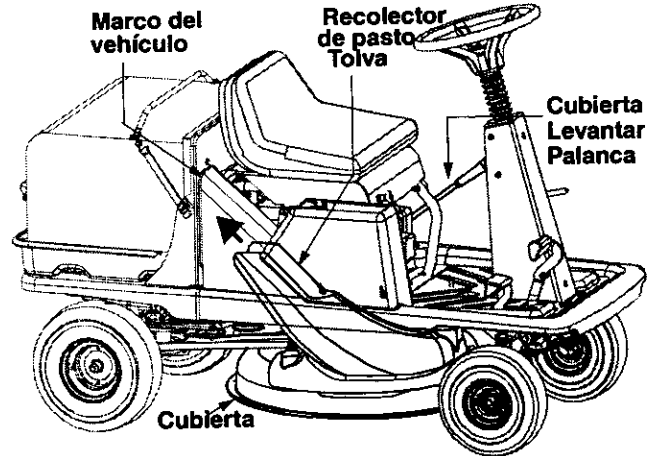

Figura 5
2. Deslice el codo de la tolva del recolector de pasto a través del marco del vehículo y alinee la abertura de la tolva con la abertura correspondiente en el marco del vehículo. Vea Figura 5.